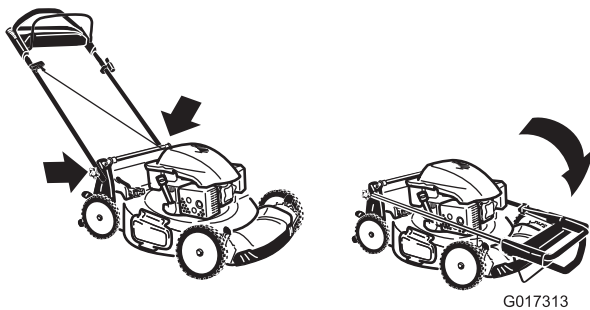

Figure 34
3. Pliez la moitié supérieure du guidon en avant de la manière indiquée (Figure 34).